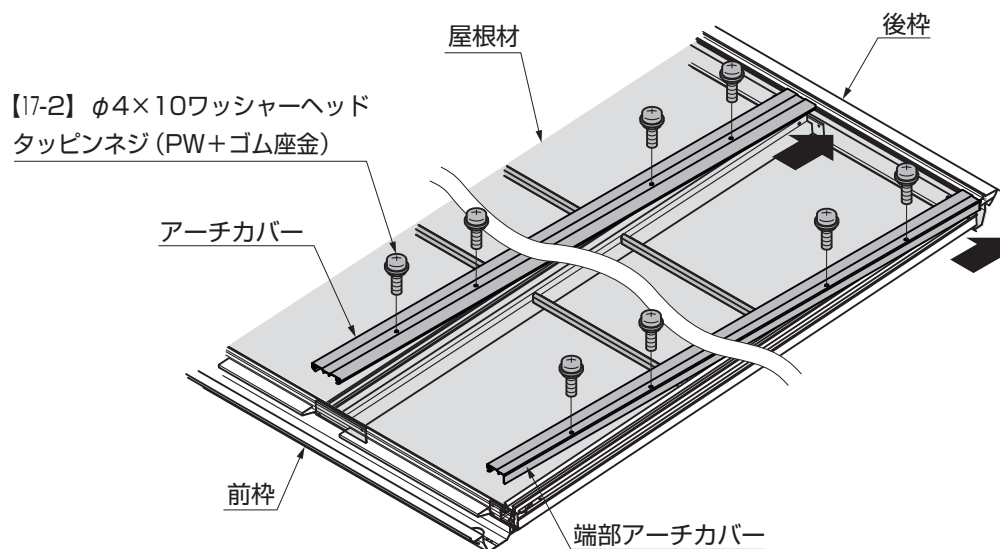

図9-4 アーチカバーの取付け
②アーチカバー、端部アーチカバーを後枠に突き当てて、後枠側からアーチ、端部アーチに【17-2】で取付けてください。(図9-4参照)